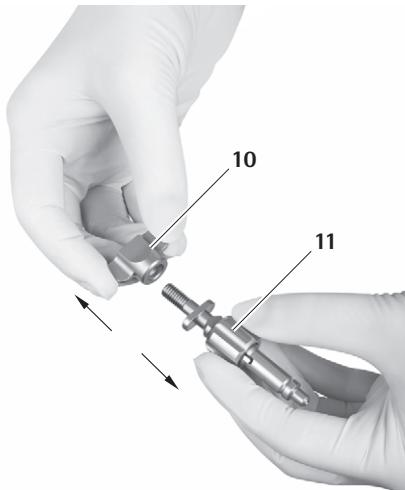

Fig. 17
- Desenroscar la tuerca de mariposa 10 del adaptador para brazo de soporte 11, ver Fig. 17.